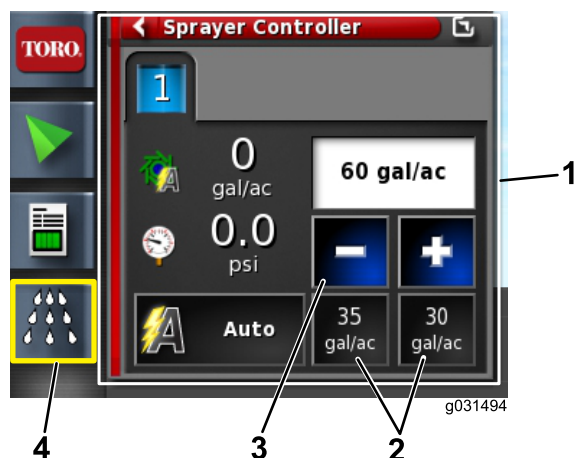

Figura 15
4. Se a taxa não estiver correta, altere a taxa com taxas predefinidas, de forma incremental, ou selecione a taxa atual para introduzir manualmente a taxa de aplicação (Figura 15).